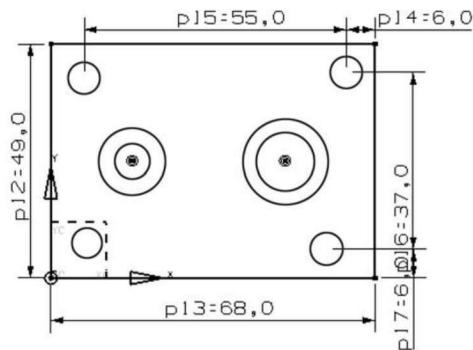

图 1.8 约束圆心位置尺寸
(7) 单击“自动判断尺寸”按钮 ，选择圆心与圆心，水平距离为 55，垂直距离为 37，右侧圆心距离右边线 6，距离底边线 6，如图 1.8 所示。